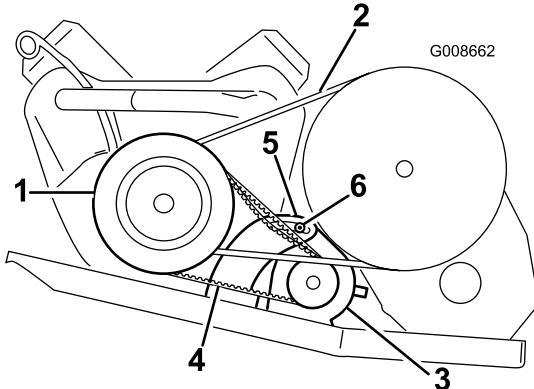

Figura 47
2. Solte a porca de articulação do motor de arranque (Figura 47).
4. Incline o motor de arranque até que a correia se movimente cerca de 6 mm quando aplicar uma força de 44 N. (Figura 47).
5. Aperte a porca do gerador do motor de arranque e retire a barra de apoio (Figura 47). Aperte a porca a 88–115 Nm.